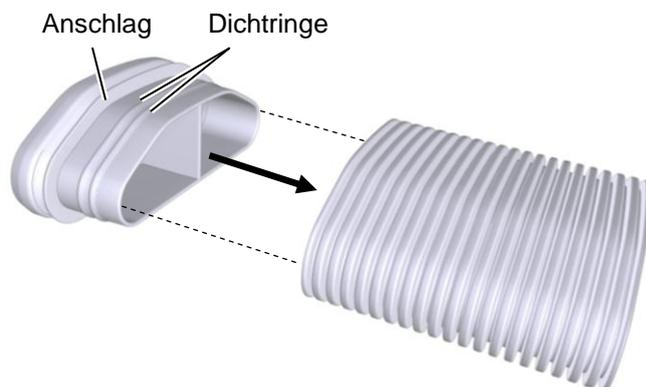

Abb. 12 Formteile mit Systemkanal verbinden
- Schließen Sie die Systemkanäle mit eingesetztem Zentrieradapter (siehe Kap. 3.3, Abb. 12) an den Luftverteiler an. Schieben Sie den Kanal bis zum Anschlag in den vorgesehenen Anschluss.
Die Formteile werden gerade bis zum Anschlag in den Systemkanal eingeschoben und gewährleisten dank vorgefertigter Dichtringe einen luftdichten Formschluss zum Luftverteiler sowie den Zu- und Abluftelementen (siehe Abb. 12).